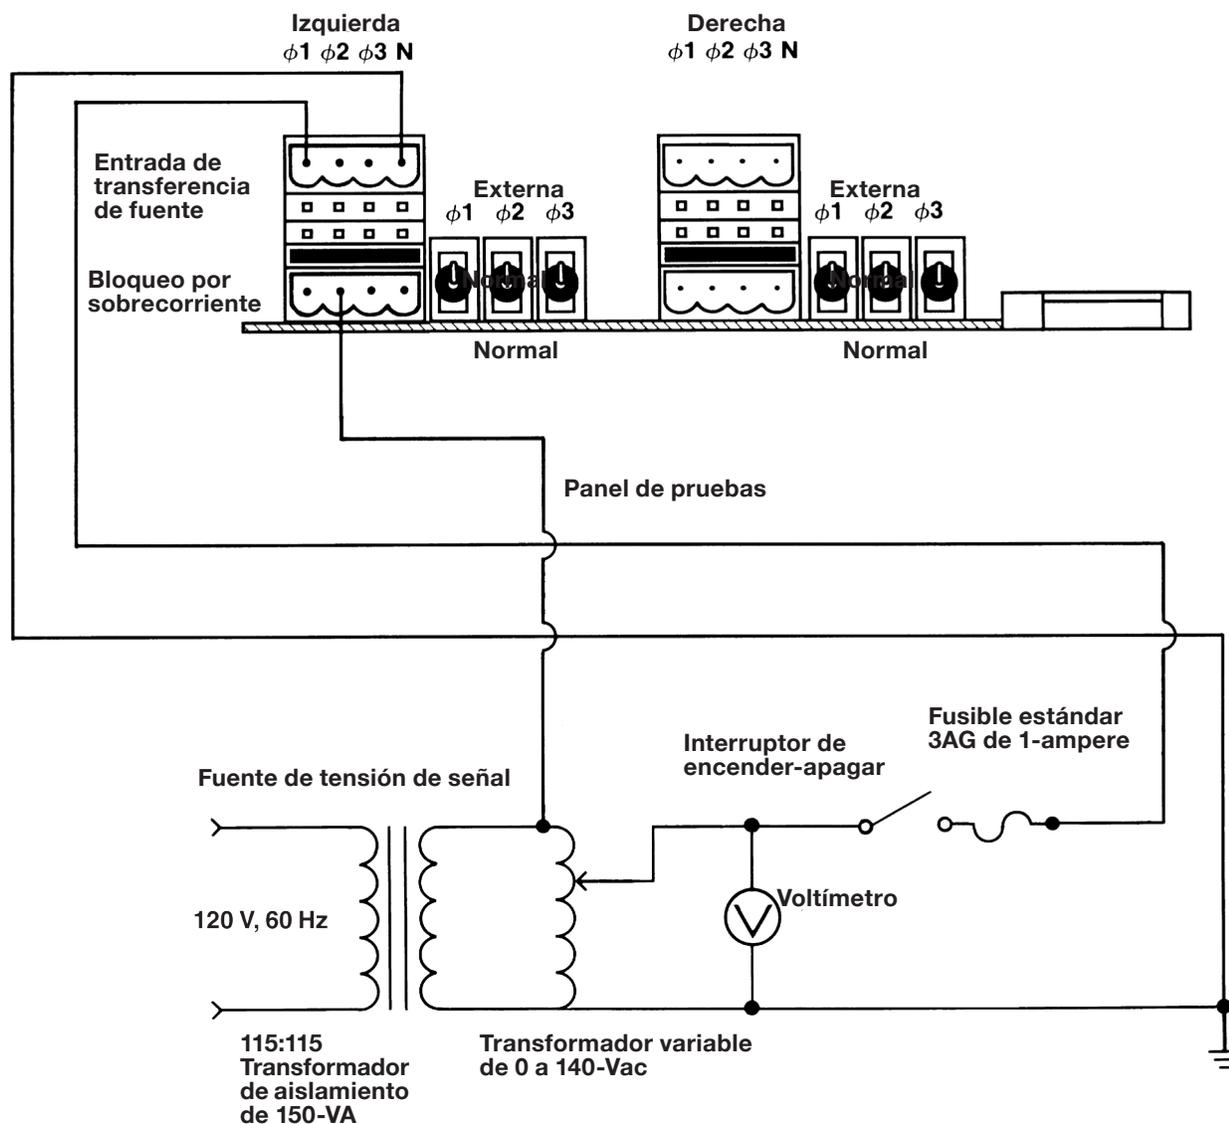

Figura 7. Diagrama de conexión del circuito de prueba de bloqueo por sobrecorriente para las aplicaciones en equipos tipo pedestal.
Paso 25 Establezca las conexiones del circuito de prueba a la fase 1 y del neutro del conector izquierdo de bloqueo por sobrecorriente y a la fase 2 del conector de entrada izquierda de transferencia de fuente según se indica en la Figura 7.